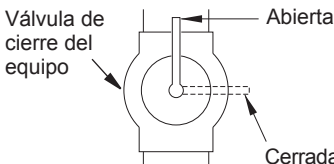

Figura 18 - Válvula de cierre del equipo
1. Cierre la válvula de cierre del equipo (consulte la figura 18).
1. Abra la válvula de cierre del equipo (consulte la figura 18, página 49).